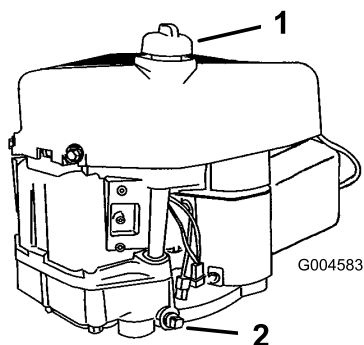

Bild 20
8. Reinigen Sie den Bereich um den Ölpeilstab (Bild 20), damit kein Schmutz in den Einfüllstutzen gelangen und den Motor beschädigen kann.
11. Gießen Sie ca. 80 % der angegebenen Ölmenge langsam in den Einfüllstutzen (Bild 20). Prüfen Sie den Ölstand; siehe „Prüfen des Ölstands“.